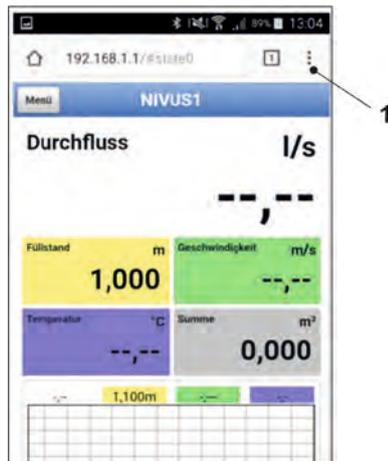

Abb. 31-6 Anzeige NFM-Display im Browser
Nach erfolgreicher Verbindung erscheint das Display des NivuFlow Mobile (Abb. 31-6).
8. Zum Einrichten eines Links auf dem „Home-Bildschirm“ (für einen direkten Zugang) das Symbol für weitere Tabs (Abb. 31-6 Pos. 1) und Einstellungen antippen und „Zum Startbildschirm hinzu“ (Abb. 31-7 Pos. 1) auswählen.